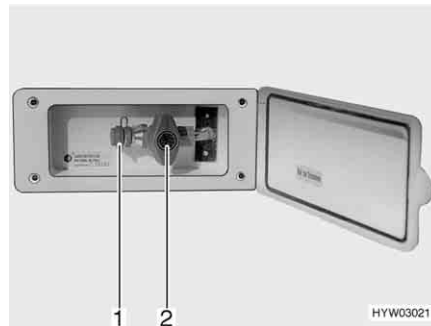

Fig. 116 Presa gas esterna, rubinetto di arresto del gas chiuso
La presa gas esterna (Fig. 116) si trova, a seconda del modello, nella parte posteriore o sul lato destro o sinistro del veicolo.
- Collegare l'apparecchio a gas esterno all'attacco (Fig. 116,1).
- Aprire il rubinetto di arresto del gas (Fig. 116,2).